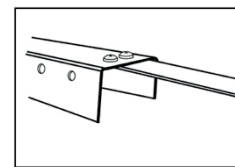

Abb. 9
Beachten Sie, dass der Träger am unteren Profileil (4), Abb. 9., so angebracht werden muss, dass sich die Schraubenköpfe an der Profilerseite und die Muttern an der Profilunterseite befinden.